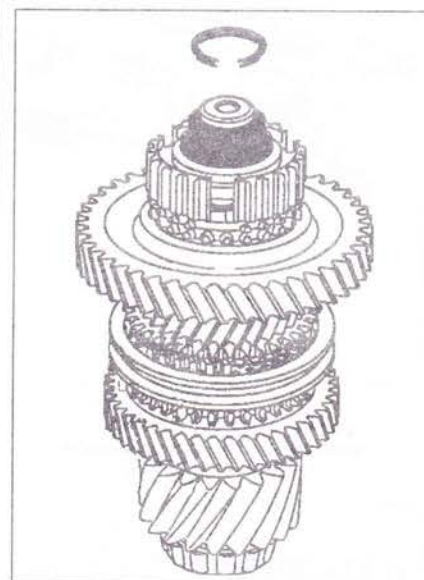

Рис. 5.51. Отсоедините пружинное стопорное кольцо.
18. Отсоедините пружинное стопорное кольцо (рис. 5.51).